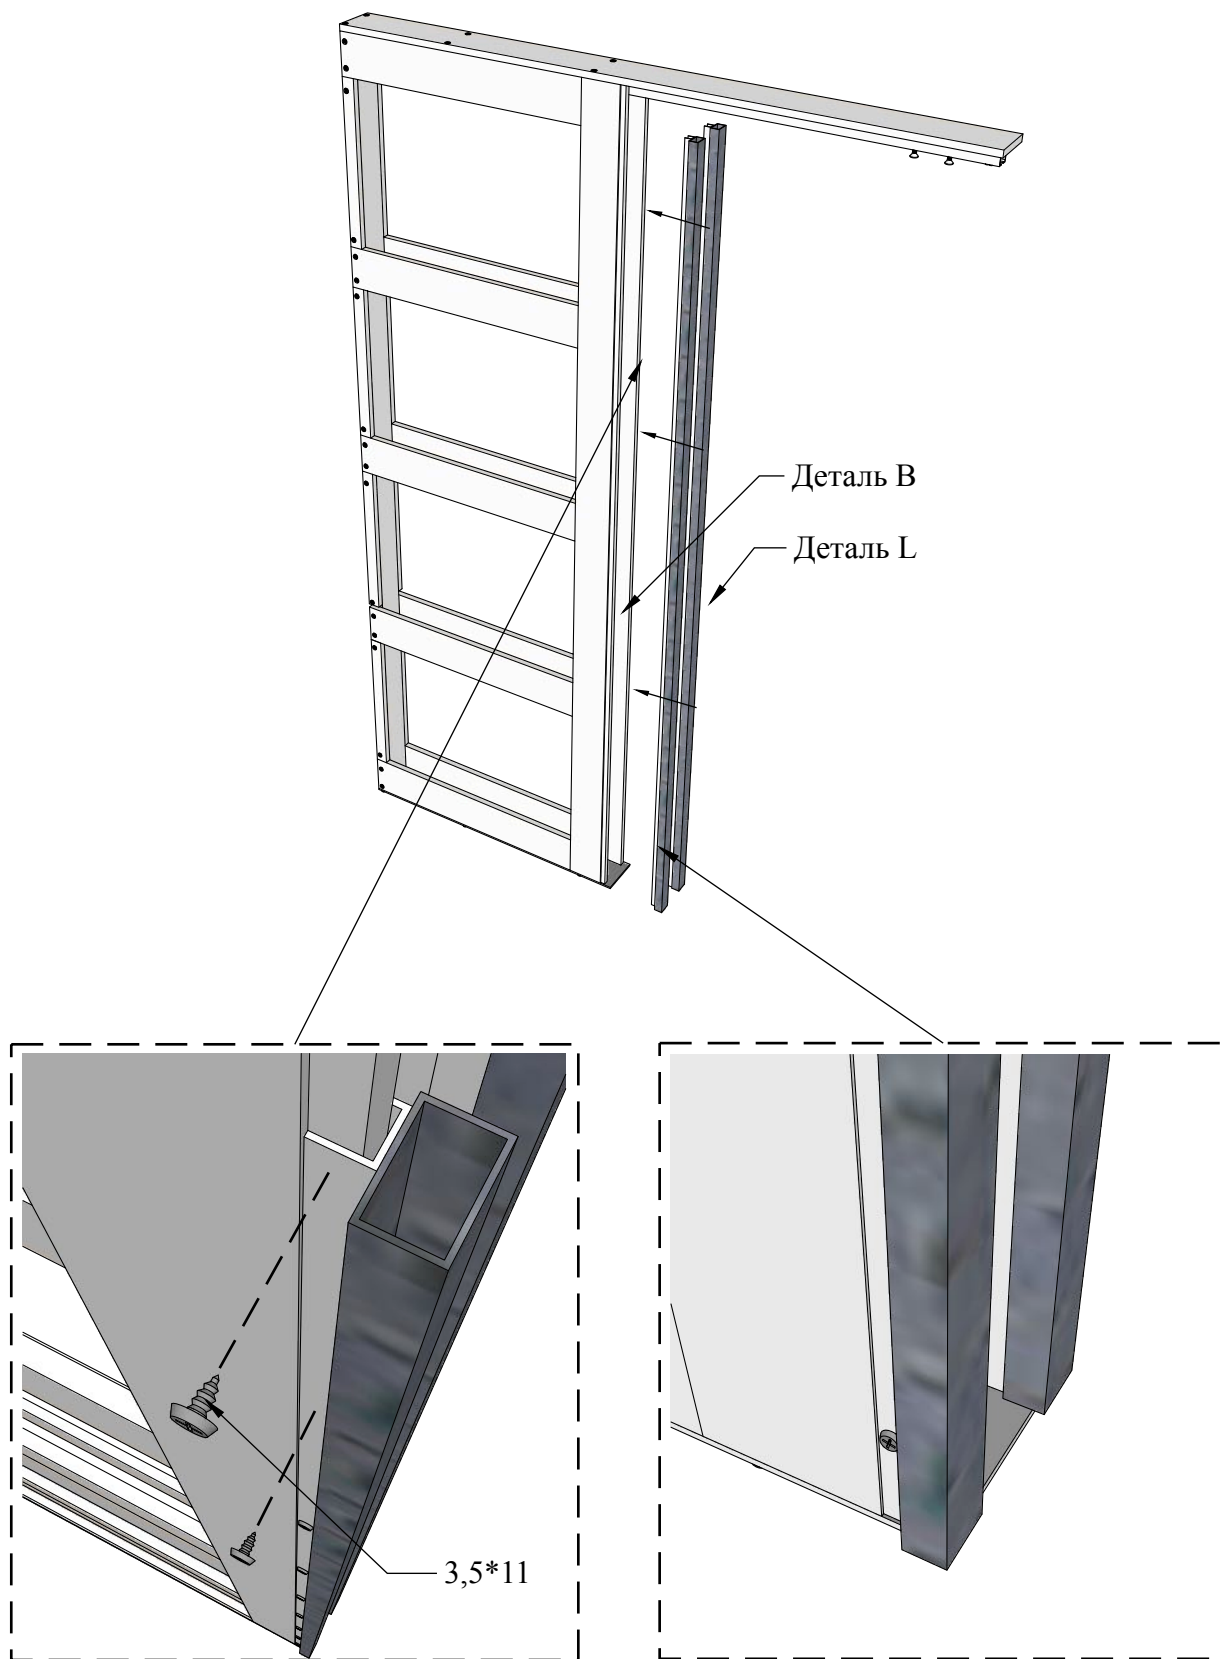

Рисунок 15
4.8 Установить жёсткости (деталь L) на боковые стойки (деталь В) и закрепить саморезами 3,5\*11 (Рис. 15). При монтаже следить, чтобы больший выступ у жёсткости был с внешней стороны. Жёсткости совместить с нижним краем боковых стоек.